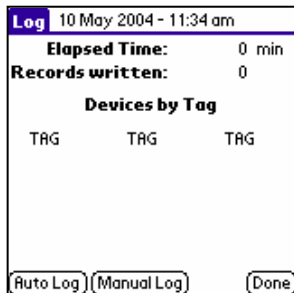

Figura 13 - Logging Screen
2. Selecione o botão "Star Logging" para ir para a tela de registro (Figura 13) .